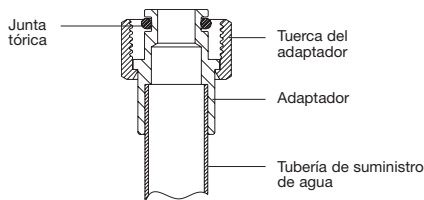

Figura 3A
7. Coloque las juntas tóricas en las ranuras del adaptador (Figura 3A).